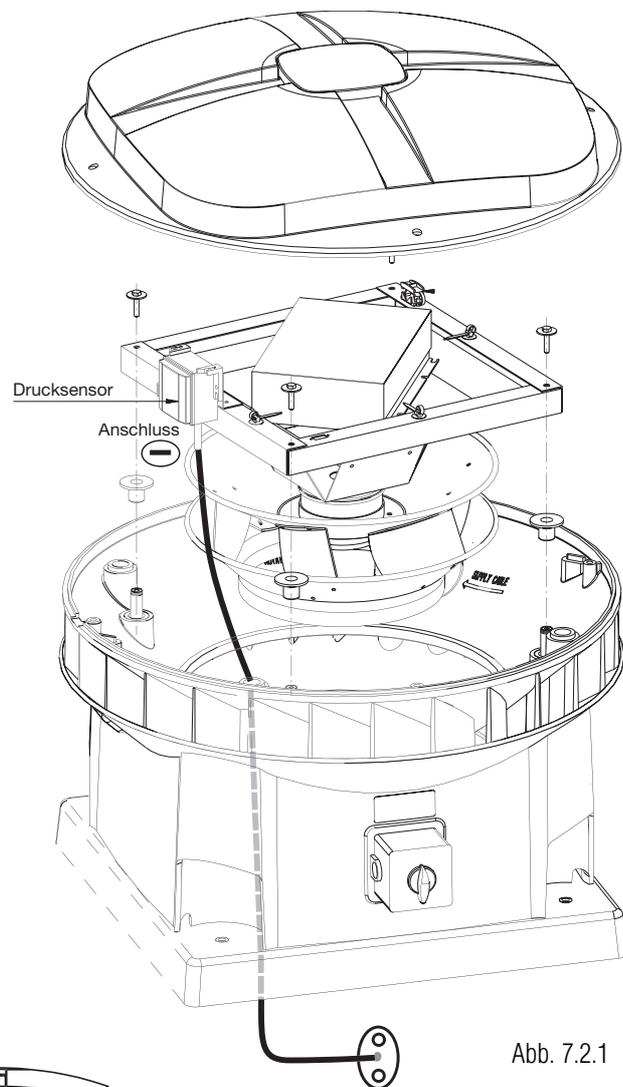

Abb. 7.2.1
- Montieren Sie die mitgelieferte Leitung auf den äußeren Schlauchanschluss an der Unterseite der Druckdose, siehe Abb. 7.2.1. Legen Sie diese Luftleitung über eine der Durchführungen unter der Abdeckung an die Stelle in der Anlage, an der der Druck gemessen werden soll. Der Druck im Lüftungssystem wird unter dem Ventilator bzw. Sockelschalldämpfer gemessen.